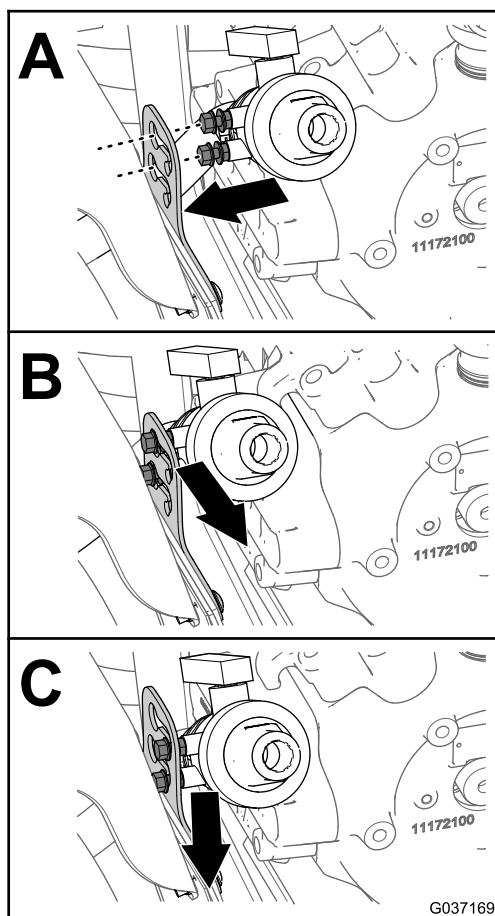

Рисунок 16
4. Совместите контргайки на сливном клапане с отверстиями в профильных пазах на кронштейне сливного клапана (вид А на Рисунок 16).
5. Переместите сливной клапан по направлению наружу и вниз, чтобы прикрепить клапан к кронштейну (виды В и С на Рисунок 16).